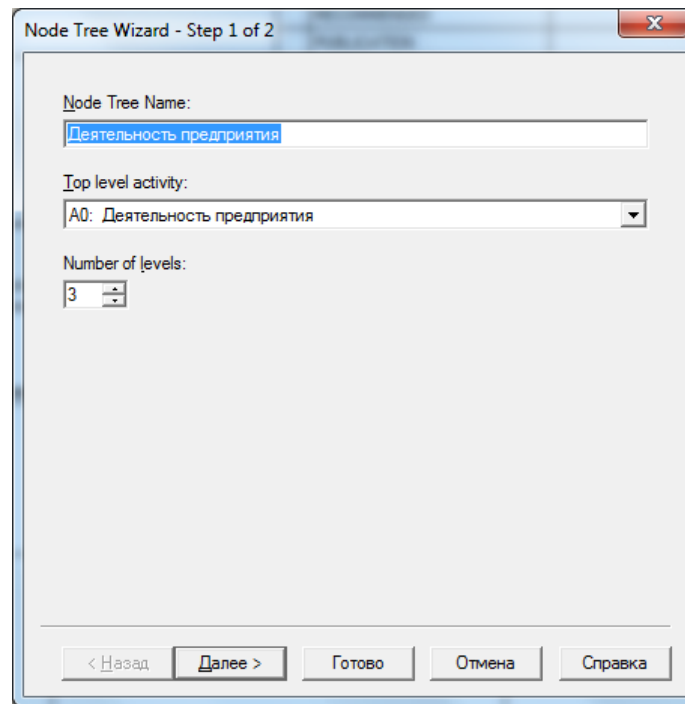

Рис. 28. Первый шаг Мастера создания дерева узлов
2. В главном меню выберите команду *Diagram ⇒ Add Node Tree* (*Диаграмма ⇒ Добавить дерево узлов*). На экране появится окно *Мастера создания дерева узлов* (рис. 28), в котором укажите имя диаграммы *Деятельность предприятия*, выберите корневую диаграмму *A0*, задайте *Number of levels* (*Количество уровней*) – 3 и нажмите *Далее*.